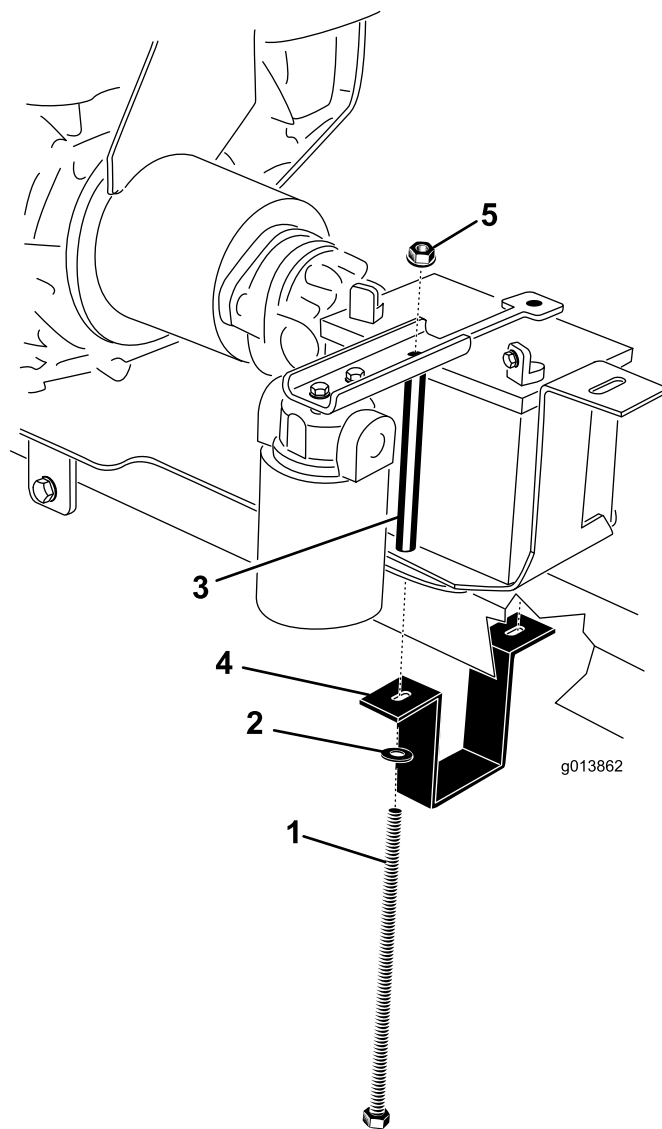

Bild 8
1. Batterieschraube (2) 4. Batteriebefestigungsband
2. Scheibe (2)) 5. Bundmutter (2)
21. Verstellen Sie die Motorbefestigungshalterung so, dass sie eng an der Anbauvorrichtung anliegt. Ziehen Sie die zwei Schrauben ganz fest, mit denen die Motorbefestigungshalterungen an der Motorbefestigungsplatte befestigt sind (Bild 8).
23. Stellen Sie die Batterie auf das Batteriefach; die Pole sollten an der in Bild 8 dargestellten Stelle sein.
24. Setzen Sie die Batteriebefestigung auf die Batterie (Bild 8).
25. Halten Sie die Batteriebefestigungsriemen um die Unterseite des Anbauvorrichtungrohrs (Bild 8).
26. Stecken Sie an der rechten Seite eine Batterieschraube durch die Scheibe, das Batteriebefestigungsband, die Motorbefestigungsplatte und das Batteriefach und halten sie fest. Setzen Sie eine Bundmutter lose auf (Bild 8).
27. Stecken Sie an der linken Seite eine Batterieschraube durch die Scheibe, das Batteriebefestigungsband, die Motorbefestigungsplatte, das Batteriefach und das Batterieschraubenrohr und halten sie fest. Setzen Sie eine Bundmutter lose auf (Bild 8).